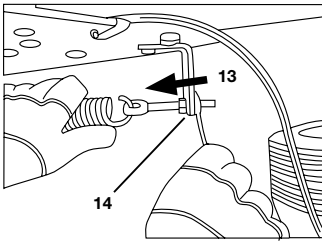

Bild 8
Sollte sich das Auswurfsieb zu oft bzw. zu leicht öffnen, können Sie die Federvorspannung mittels Ösenschraube (14) einstellen. Dazu müssen die Sechskantmutter (SW 13) auf der Ösenschraube (14) in Richtung Feder (13) verstellt werden (siehe „Bild 8“).